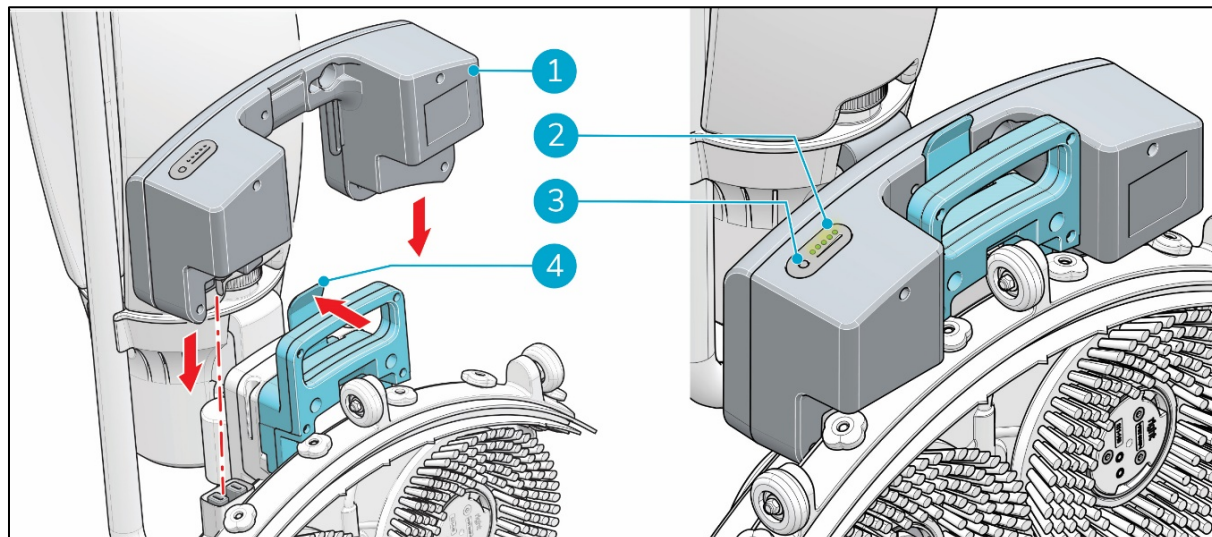

Figura 13
2. Presiona la batería (Figura 13, pos. 1) para introducirla en su ranura. Un clic indica que la batería está anclada en su posición con el clip de retención (Figura 13, pos. 4).
3. Durante el funcionamiento, puedes comprobar el nivel de carga restante (Figura 13, pos. 2) pulsando el indicador de encendido (Figura 13, pos. 3) de la batería.